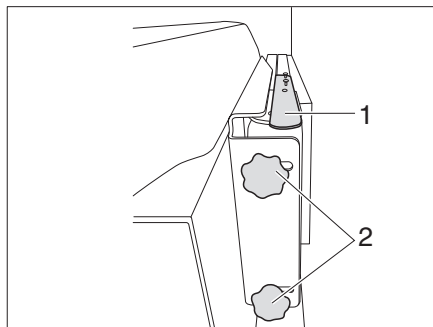

Fig. 137 Supporto con braccio snodato (variante 1)
- Spingere la leva (Fig. 137,1) verso il basso per sbloccare lo schermo piatto dall'arresto. Rilasciare la leva.
- Allentare le 2 viti a testa zigrinata (Fig. 137,2) e inclinare lo schermo piatto nella posizione desiderata. Riserrare le viti a testa zigrinata (Fig. 137,2).